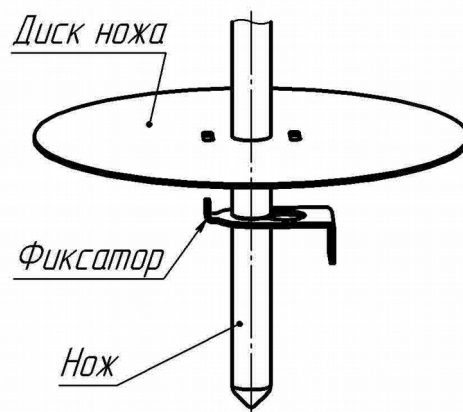

Рис. 4
5.6 Соберите нож согласно рис.4.